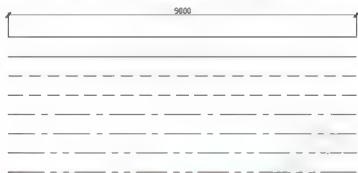

图 2.143 加载线型
- (1) 执行菜单栏中的【格式】|【线型】命令, 打开【线型管理器】对话框, 在【全局比例因子】文本框中输入“50”。
- (2) 绘制长度为 9000mm 的直线, 向下偏移 500mm 生成其他直线。
- (3) 加载 HIDDEN、CENTER 及 PHANTOM2 线型后按图 2.143 所示要求更换线型。